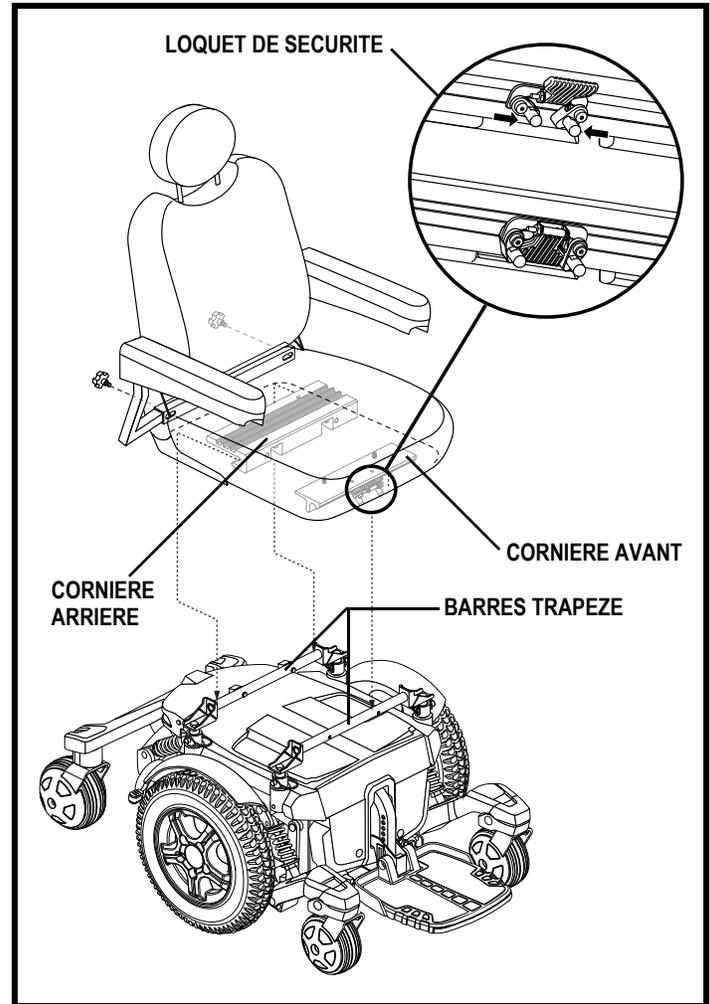

Figure 11. Système de montage universel et siège Contour
Il se peut que vous ayez à installer le siège avant la première utilisation ou après avoir transporté votre fauteuil motorisé. La plupart des sièges sont fixés à la base à l'aide du «Système de Montage Universel» (SMU). Le système de montage universel (SMU) est composé de pièces compatibles au siège à dossier moyen ou à dossier haut sans égard à la largeur ou à la profondeur du siège. Les composants principaux sont deux cornières en aluminium montées sous le siège. Les deux pièces principales sont des cornières d'aluminium montées sur la base du siège. Celles-ci se fixent sur la paire de barres trapèze fixées sur la base motorisée. **Voir la figure 11.**
1. Inclinez le siège vers l'arrière et glissez la cornière arrière sur la barre trapèze arrière. **Voir la figure 11.**
5. Basculez le loquet du siège vers le haut. **Voir la figure 11.**